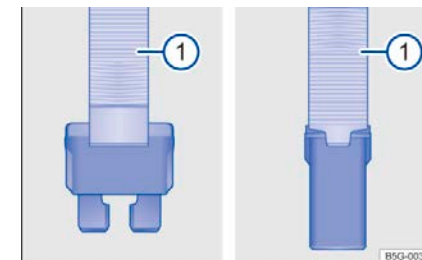

Рисунок 119 Удаление или установка предохранителя с помощью пластмассовых щипцов: ⓘ Плоский предохранитель, ⓘ Предохранитель блочного типа
- Используйте держатель предохранителя или аналогичный инструмент → рис. 119 .
- Отрегулируйте губку пластикового зажима, чтобы он подходила → рис. 119   или → рис. 119    , в зависимости от типа предохранителя, а затем зажмите предохранитель сбоку.